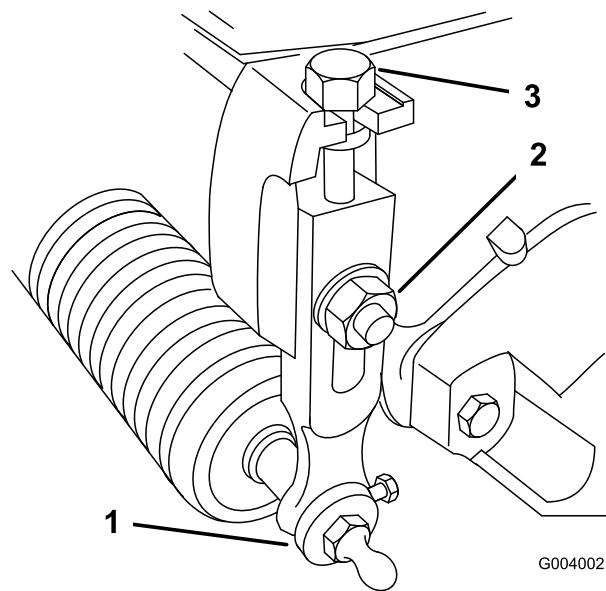

Figura 52
- Allentate i dadi di bloccaggio che fissano i bracci dell'altezza di taglio alle piastre laterali dell'apparato di taglio (Figura 52).